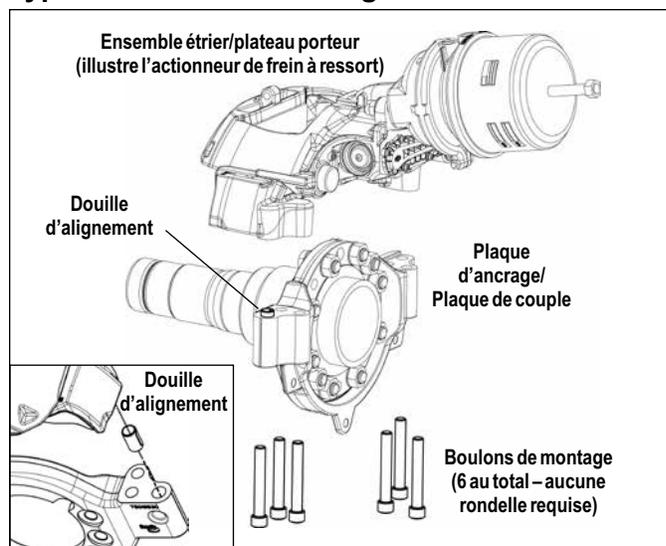

FIGURE 41 - POSE VERTICALE DE L'ENSEMBLE ÉTRIER/PLATEAU PORTEUR
5.2.16 Installer les ressorts de retenue de la garniture (2) dans les garnitures de frein (12) en insérant une extrémité du ressort dans la barrette du haut de la garniture de frein (Cf. Figure 41). Appliquer suffisamment de force pour permettre à la deuxième barrette de s'engager complètement, en prenant soin de garder les doigts, etc. à bonne distance du ressort pendant qu'il se loge dans son siège.
- 5.3.3 Cf. Figure 41. Supporter le frein à disque pneumatique par les moyens nécessaires, enlever et jeter les six (6) boulons de montage et leurs rondelles. Remarque : Bendix recommande vivement que ces boulons soient remplacés pendant le réassemblage – communiquer avec le fabricant de votre véhicule pour obtenir la visserie de recharge. Soulever l'étrier de la plaque d'ancrage.